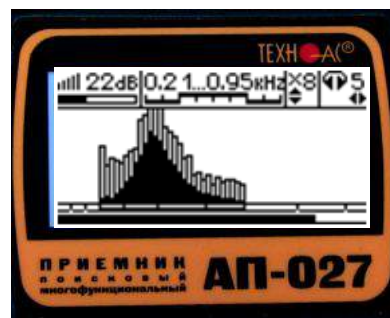

Рис. 9
4.4.7 Проанализировать качество отфильтрованного сигнала на графике «Спектр» рис.9. Максимальное количество черных полос (полезный сигнал) и минимальное количество светлых полос (помехи) означает правильность настройки фильтра.